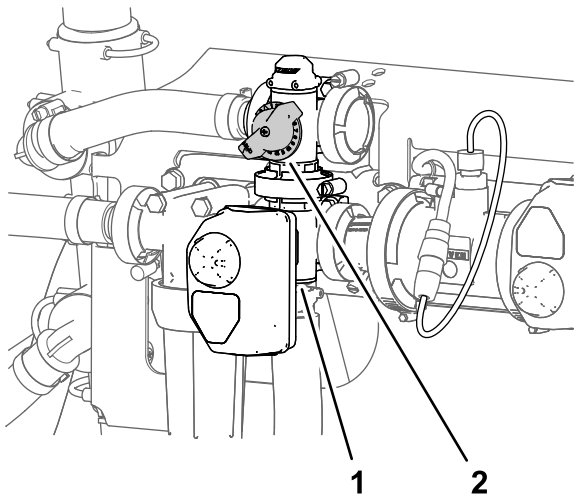

图 34
11. 调整搅拌阀背面的搅拌旁通阀图 34 直至压力表上打药机系统压力读数为 6.89bar。